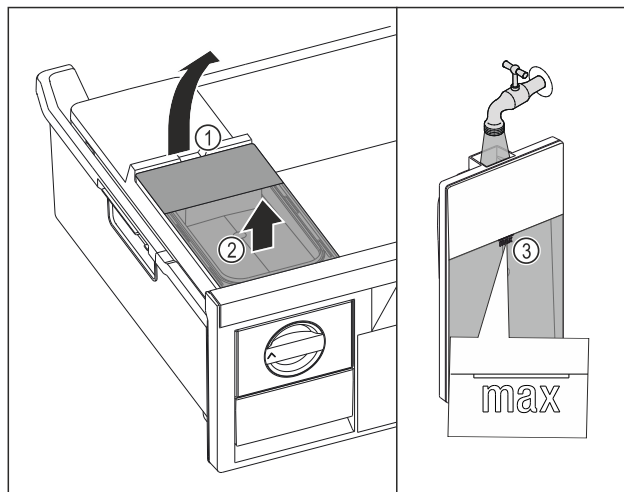

Fig. 72
- ▶ Sollevare il serbatoio dell'acqua dalla cavità Fig. 72 (1).
- ▶ Rimuovere il serbatoio dell'acqua estraendolo verso l'alto. Fig. 72 (2)
- ▶ Riempire il serbatoio dell'acqua con acqua potabile fino al contrassegno Fig. 72 (3).